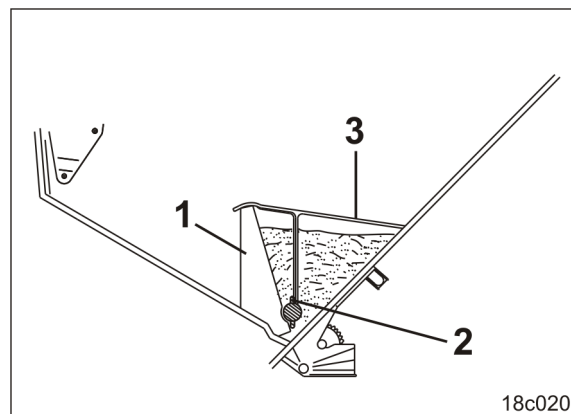
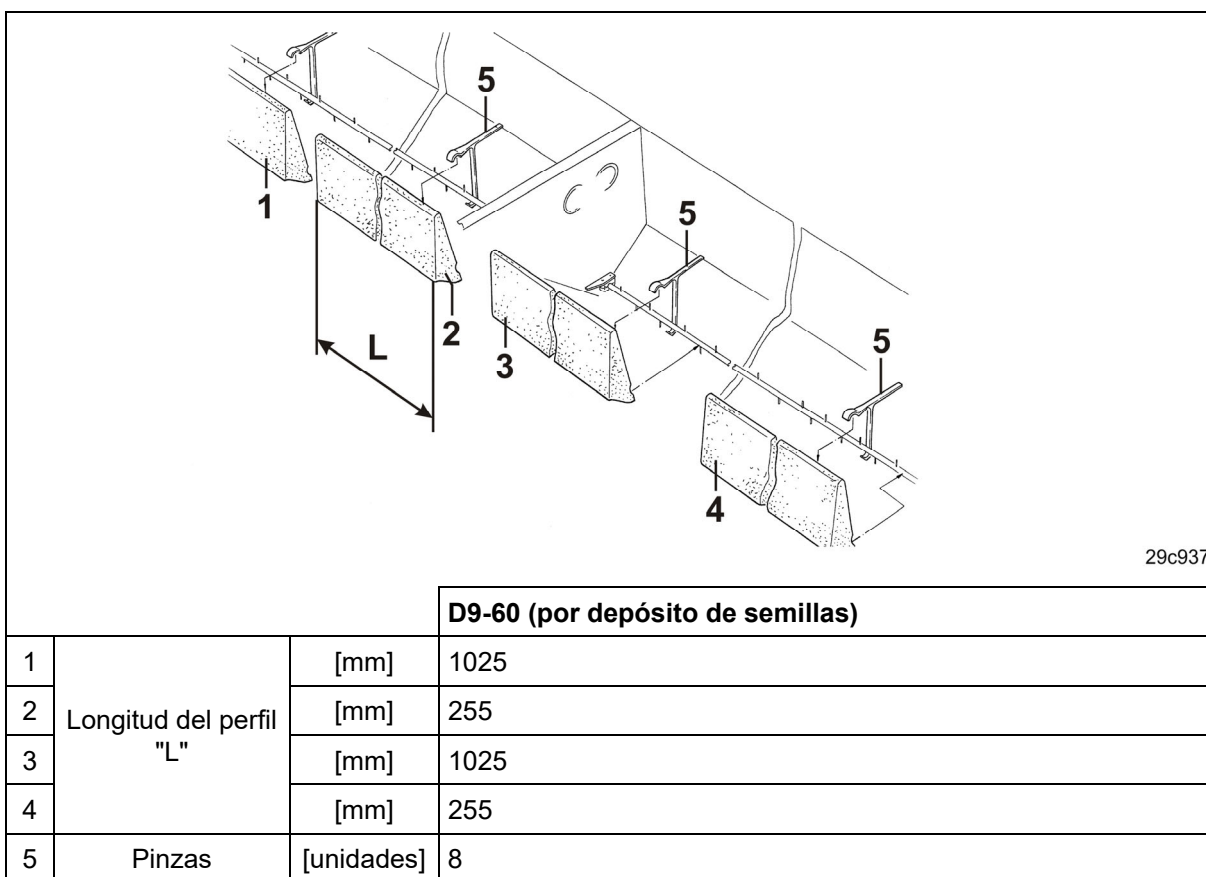

Fig. 117
Fig. 118
2. Poner verticales las espigas (Fig. 117/2) del eje mezclador.
3. Fijar los perfiles del complemento para colza (Fig. 117/1) con pinzas (Fig. 117/3) en el depósito de semillas [véase el esquema de montaje (Fig. 118)].